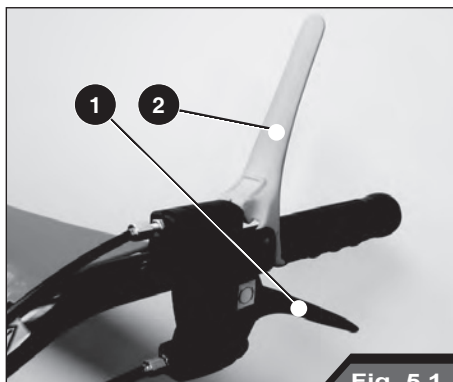

Fig. 5.1
- Überprüfen Sie zu Ihrer Sicherheit, dass die Maschinenvorlaufhebel und der Messerrotorkupplungshebel sich immer in senkrechter Stellung befinden (Abb. 5.1).